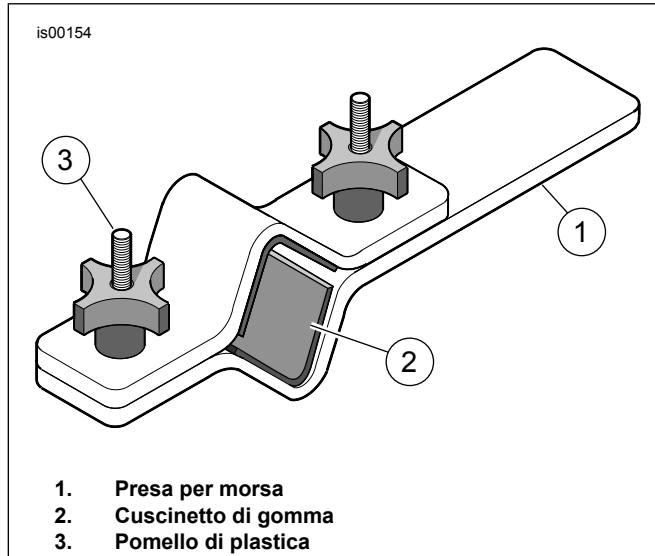

Figura 2. Staffa di sostegno della canna della forcella (HD-41177)
1. Vedere la Figura 2. Munirsi di una STAFFA DI SOSTEGNO DELLA CANNA DELLA FORCELLA (HD-41177).